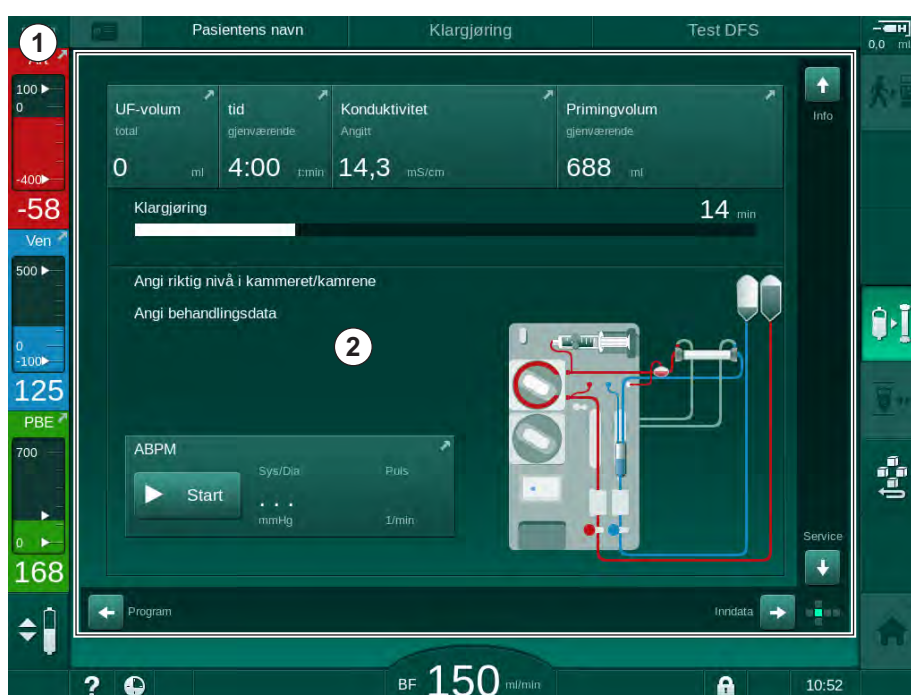

Fig. 3-11 Ramme og skjermbilde (terningside)
Rammen (Fig. 3-11, ①) er et fast område rundt skjermbildet ② på den tilsvarende terningsiden. Den viser viktig informasjon avhengig av driftsfasen til maskinen og behandlingsfasen og inneholder flere ikoner.